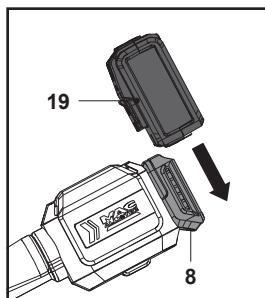

Rys. 6
2. Wsunąć trzpień blokady wrzeciona (12) do otworu, aby zablokować wrzeciono (21e).
3. Ręcznie poluzować głowicę do przycinania (18), obracając ją w prawo, i zdjąć ją wraz z kołnierzem blokującym (21c).
4. Zamontować ostrze tnące (21) na wrzeciono (21e). Upewnić się, że ostrze tnące (21) dokładnie przylega do wytłoczonego pierścienia na kołnierzu oporowym (21b).
5. Umieścić kołnierz blokujący (21c) na ostrzu tnącym (21).
6. Zamocować ostrze tnące (21), dokręcając nakrętkę (21a) w lewo przy użyciu dostarczonego narzędzia wielofunkcyjnego (11) oraz trzpienia blokady wrzeciona (12).
7. Wyjąć narzędzie wielofunkcyjne (11) i trzpień blokady wrzeciona (12).
8. Przed rozpoczęciem pracy zdjąć osłonę ostrza (21f) (jeśli jest zamontowana) z ostrza tnącego (21) (rys. 6).